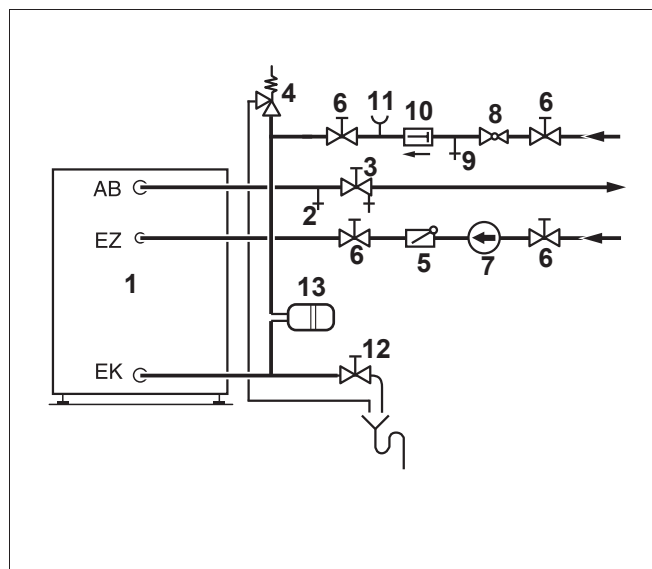

Рис. 7 Подключение контура ГВС (принципиальная схема)
Монтаж трубопроводов и установку на них арматуры (рис. 7) следует проводить с учётом действующих норм и правил.
- ▶ Установите вентиль для продувки и выпуска воздуха (рис. 7, [2]) в трубопровод горячей воды перед запорным вентиляем (рис. 7, [3]).
- ▶ На предохранительном клапане (рис. 7, [4]) установите предупреждающую табличку с надписью: "Не перекрывать дренажную линию. Во время нагрева в целях безопасности может вытекать вода."